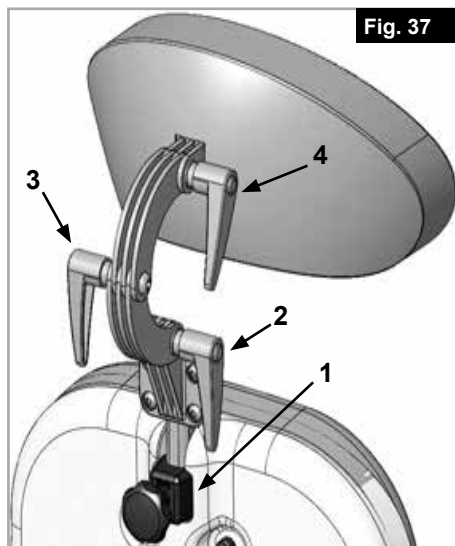

Fig. 37
Huvudstödet kan flyttas uppåt (1), framåt och bakåt, (2-3-4). För att göra det, lösgör helt enkelt tillhörande frigöringsspakar, justera nackstödet till önskad position, och dra åt dem igen, (Fig. 37).